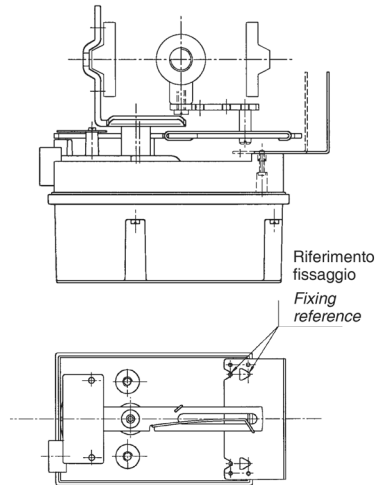

Fig. 7
- 7) Posizionare la piastrina di protezione (D) come illustrato in Fig. 7 utilizzando i fori più adatti alla larghezza del castello della valvola.
- 7) *Fit the protection plate (D) as indicated by the Fig. 7, using the proper holes according to the size of the control valve yoke.*